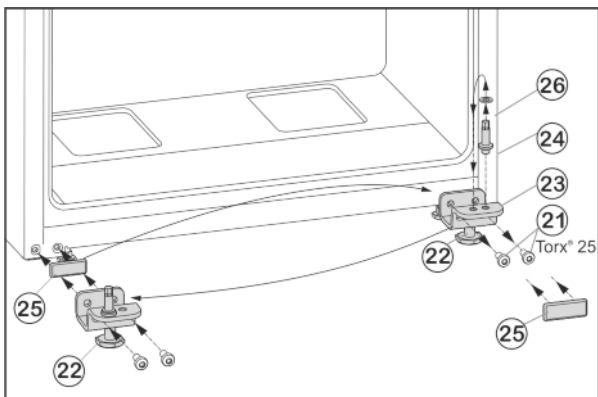

Fig. 9
- ▶ Развийте закрепващите винтове Fig. 9 (21).
- ▶ Свалете долната лагерна опора Fig. 9 (23) заедно с лагерния болт Fig. 9 (24), шайбата Fig. 9 (26) и крака Fig. 9 (22).
- ▶ Развийте лагерния болт Fig. 9 (24) заедно с шайбата Fig. 9 (26), поставете го в срещуположния отвор за лагерната опора и го завийте отново.
- ▶ Внимателно свалете покриващата плоча Fig. 9 (25) и я преместете на срещуположната страна.
- ▶ Отново завийте лагерната опора долу Fig. 9 (23) заедно с лагерния болт Fig. 9 (24), шайбата Fig. 9 (26) и крака Fig. 9 (22) върху новата страна на пантите, евент. с помощта на акумулаторна отвертка (с 4 Nm).
- ▶ Поставете вратата отгоре върху лагерния болт Fig. 9 (24).
- ▶ Развийте крака Fig. 9 (22) на лагерната опора долу Fig. 9 (23), докато опоре върху пода.